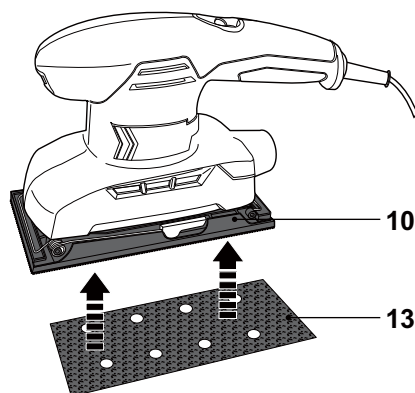

Fig. 1
- > Alinhe os orifícios da folha de lixa (13) com os da placa base (10) antes de fixar a folha de lixa (13) na placa base para assegurar uma extração de pó eficiente e um resultado satisfatório.
- > Pressione ligeiramente a folha de lixa (13) para fixar a mesma à placa base (10) (Fig. 1).